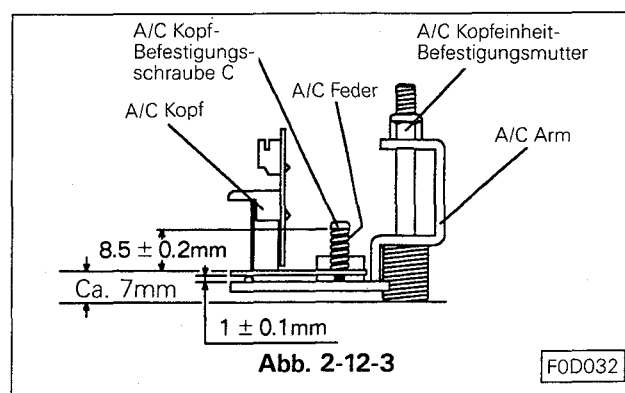

Abb. 2-12-3
Den A/C Kopf so befestigen, daß das Kopfunterteil mit dem Kopfhalterarm parallel ist. Mit der Einstellschraube c die Höhe so einstellen, wie in Abb. 2-12-3 beschrieben.
- Die Haltearmbefestigungsmutter so weit anziehen das der Abstand zwischen Haltearm und Chassis ca. 7mm beträgt. Siehe Abb. 2-12-3.